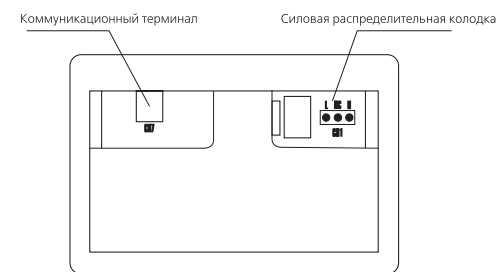

Рис. 8.5
8.2.6 Коммуникационный кабель следует пропустить через отверстие в кожухе пульта и подключить к специальному разъему в соответствии с Рис. 8.5.
Силовой кабель пропустить через другое отверстие в кожухе и подключить к распределительной колодке в соответствии с Рис. 8.5.